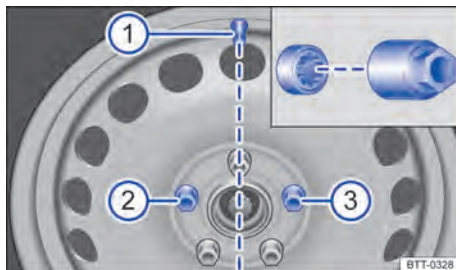

Fig. 234 Troca de roda: Válvula do pneu (1) e posições de montagem do parafuso de roda antifurto (2) ou (3).
Antes de colocar a calota integral, o parafuso de roda antifurto deve ser aparafusado na posição ⇒ Fig. 234 ② ou ⇒ Fig. 234 ③. Do contrário, a calota integral não pode ser montada.
A calota integral da roda deve ser pressionada sobre o aro de tal modo que o recorte da válvula se posicione sobre a válvula do pneu ⇒ Fig. 234 ①. Ao colocar a calota integral, atentar para que se encaixe com segurança em toda a circunferência. <
O parafuso de roda antifurto deve estar aparafusado em uma roda com calota integral na posição ⇒ Fig. 234 ② ou ③. Do contrário, a calota integral não pode ser montada.